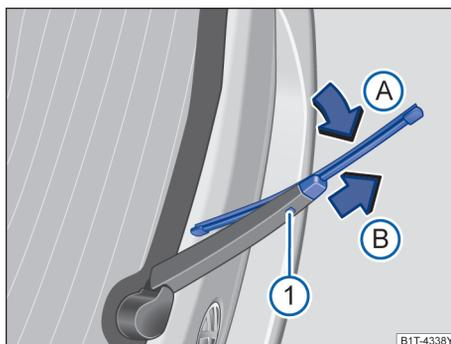

图 221 更换后风窗刮水器刮水片
- 按住解锁按钮→图 221 ①。
- 将后风窗刮水器刮水片朝刮水器摆臂→图 221（箭头A）方向翻转，同时沿箭头方向B）拔下。会因此需要用较大的力量。